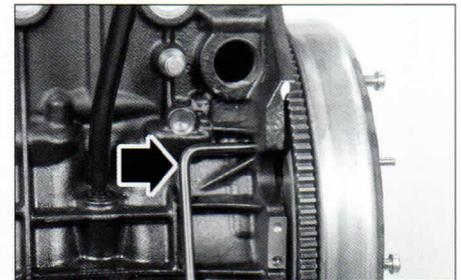

FIG. 13
- Insertar el útil de calado del volante motor (fig. 13) (ref. Peugeot 0188-X, \varnothing del pasador: 8 mm).